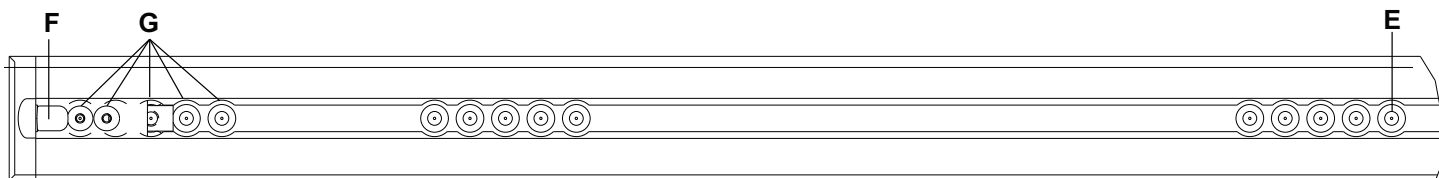

Figura 10 – Poziția șabei de localizare a plăcii de podea - capătul pentru picioare
Notă - Dacă ați instalat anterior placa de podea fără cablul de prindere între ansamblul de ancorare și vehicul, măsurați 3 in. (7,6 cm) sau 7 in. (17,8 cm) spre capătul pentru cap de la poziția E a șaibe de localizare (Figura 10). Marcați locul de la mijlocul canalului. Aici va fi locul prizei electrice. Consultați Instalarea plăcii de podea (6390-109-020) pentru instrucțiuni privind conectarea sistemului electric.
Notă - Cârligul de siguranță (F) și orificiile suplimentare de montare (G) sunt indicate numai ca referință (Figura 10). Acestea nu se folosesc pentru instalarea **Performance-LOAD**.